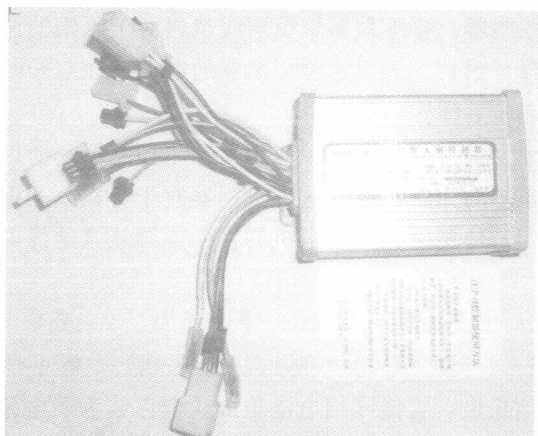

图 1-18 万能自学习无刷控制器
(3) 万能自学习无刷控制器。图 1-18 的自学习控制器连接无刷电机时不需要人工调试相位角和相序。它一般有两根学习线，使用时接好控制器上的各种连线如转把、刹把和电源线等，在关掉电源的情况下把学习线对插，然后打开电源，控制器会自